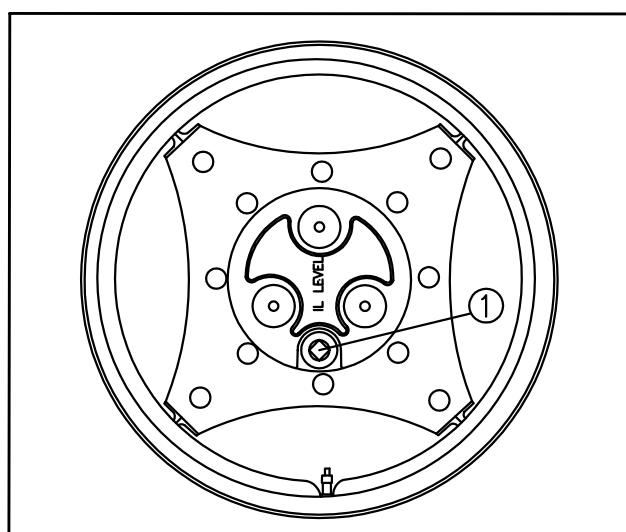

Fig. 5-29
**Glavčine točkova** Fig.5-29
Postavite čepove ① (Fig.5-29) na centralnu liniju točka. Dopunite propisanim uljem do nivoa otvora.